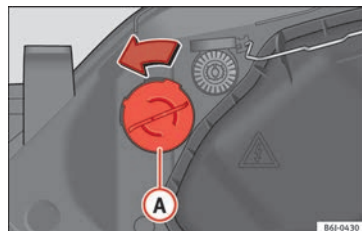

Fig. 188 Feux clignotants.
- Tournez le support d'ampoules » **fig. 188** ① vers la gauche puis tirez.